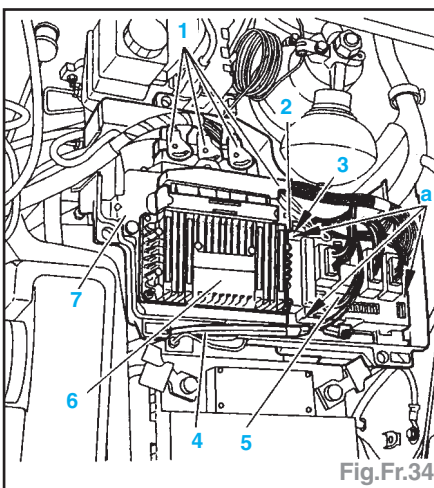

Fig.Fr.34
- Déposer la vis (2) (Fig.Fr.34).